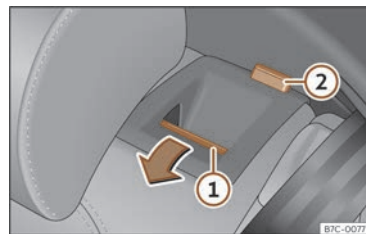

Fig. 69 Asento traseiro: abater o respaldo.
• Prema a tecla de desbloqueo >>> **fig. 69**
① cara adiante e, ao mesmo tempo, abata o respaldo. O respaldo traseiro está desbloqueado cando aparece unha marca vermella na tecla ②.